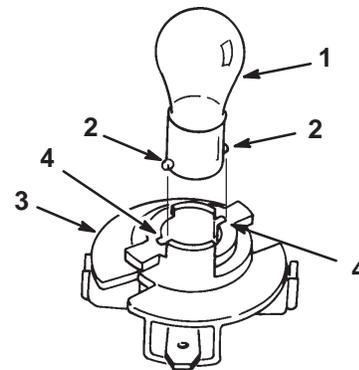

Bild 26
8. Drücken Sie die Birne hinein, drehen Sie sie entgegen dem Uhrzeigersinn bis zum Anschlag (ca. 1/4 Umdrehung) und nehmen Sie sie aus der Birnenfassung heraus (Bild 26).
1. Richten Sie die Metallstifte am Birnensockel mit den Schlitzlöchern in der Birnenfassung aus und setzen Sie den Sockel in die Fassung (Bild 26).